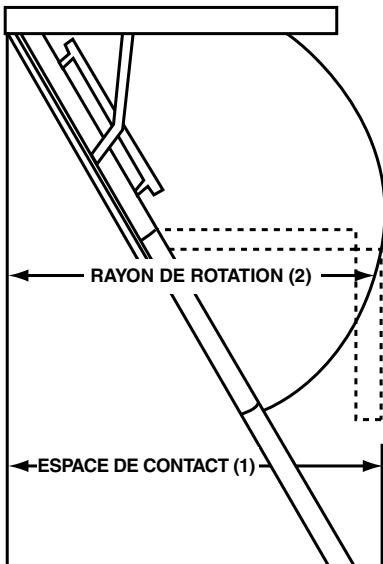

FIGURE 1 – ÉCHELLES EN BOIS
- B. Prévoyez une zone suffisante pour un espace de contact d'arrivée au sol en bas de l'échelle. Assurez-vous qu'il y a assez d'espacement pour le déploiement de l'échelle quand il est déplié sur toute sa longueur (Voir la FIGURE 1 pour l'espace de contact et la projection ; comparez les hauteurs de plafond montrées sur le carton d'emballage avec la même hauteur de plafond au TABLEAU A, pour déterminer les besoins adéquats en espace de contact au sol et en projection).